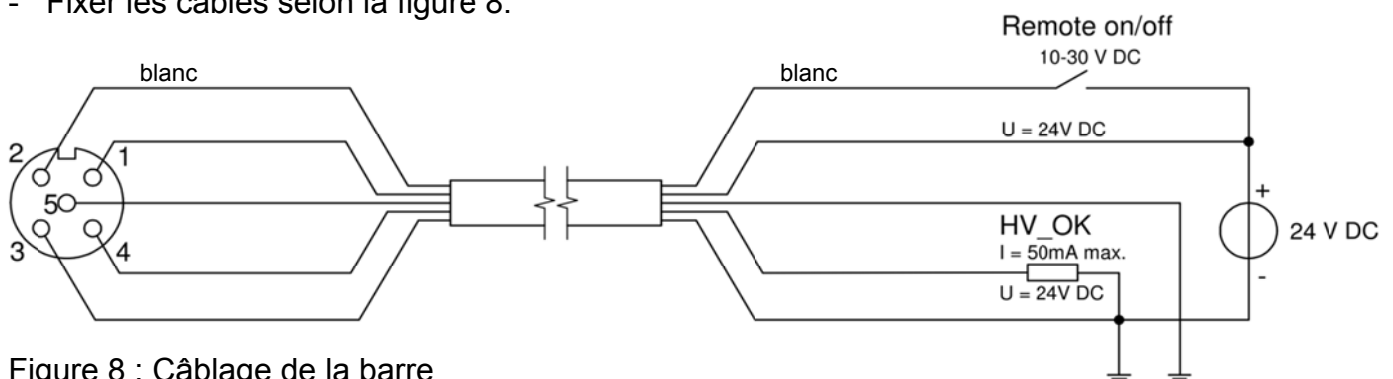

Figure 8 : Câblage de la barre
- Fixer les câbles selon la figure 8.